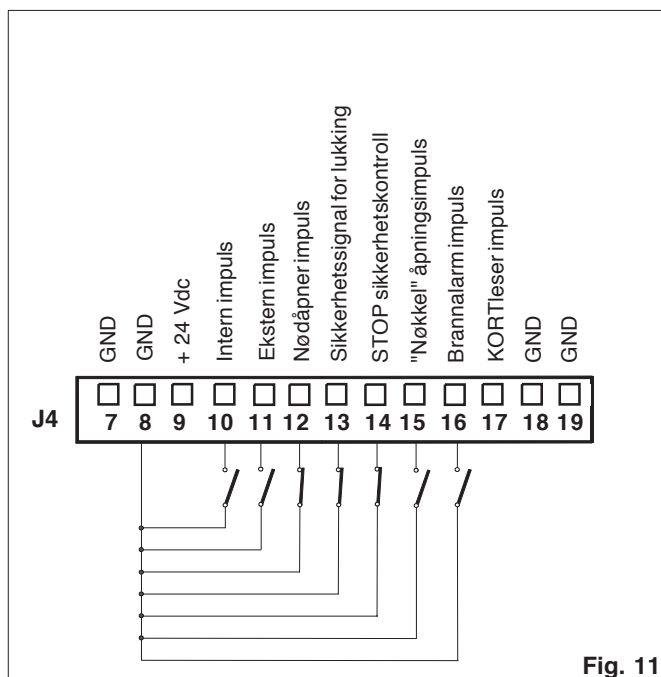

Fig. 11
- ⑤ **J4 Terminal** Elektrisk sluttstykke (Fig. 11, 12, 16).
NATT: Eksternkontrollen er ikke i funksjon. Døren kan bare åpnes ved impuls fra kontrollen (Fig. 11)